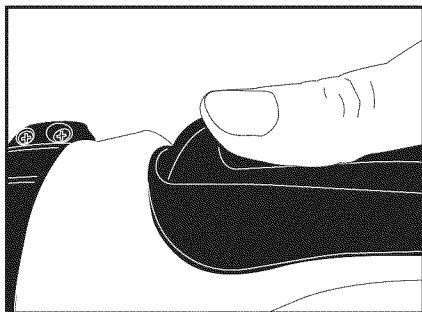

Figure 7
2. Appuyer vers l'avant sur l'interrupteur sur lequel le pouce repose (il s'agit de l'interrupteur de sécurité). (Voir figure 7.)